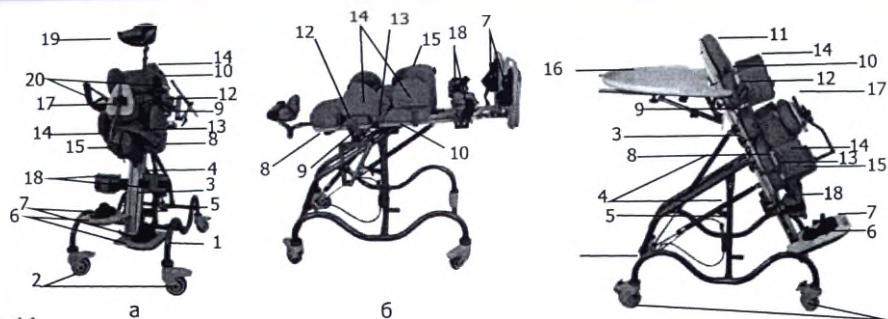

Рис. 14
Для заднеопорной вертикализации (рис. 14а, б): Установить ложе в строго горизонтальное положение (Рис.14). Расстегнуть все крепления (ремни) (12,13), раздвинуть или убрать боковые ограничители (14), опустить абдуктор (15). Отрегулировав высоту модулей (8, 9, 10) уложить ребенка на ложе на спину, придать ему правильное симметричное положение. Для безопасности зафиксировать тело ребенка ремнями (12,13). Установить на необходимую высоту абдуктор (15), отрегулировать его положение, установить положение боковых ограничителей (14) по высоте и ширине (между телом ребенка и ограничителем должно быть не менее 1 см). Закрепить стопы ребенка в стоподержателях (7) при помощи крепежных ремешков. Закрепить ноги в колесноупорах (18) (при их наличии), колесноупоры должны ставиться выше или ниже коленной чашечки, а не на сам коленный сустав. Зафиксировать голову подголовником с ремнем (19) (при наличии).